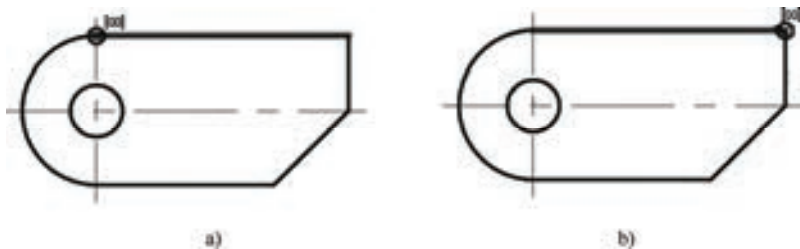
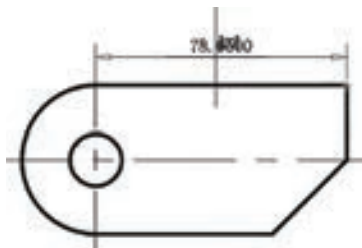
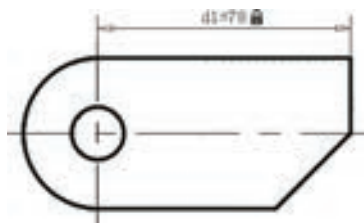

图 11-22 指定两个约束点
图 11-23 指定尺寸线位置
图 11-24 创建水平标注约束
3) 创建水平标注约束。单击“水平标注约束”按钮，或者在菜单栏中选择“参数”→“标注约束”→“水平”命令，接着分别指定两个约束点，如图 11-22 所示，然后指定尺寸线位置，如图 11-23 所示，此时可以输入值或指定表达式（名称=值），在这里接受默认的值，按〈Enter〉键确定，完成创建的水平标注约束如图 11-24 所示。